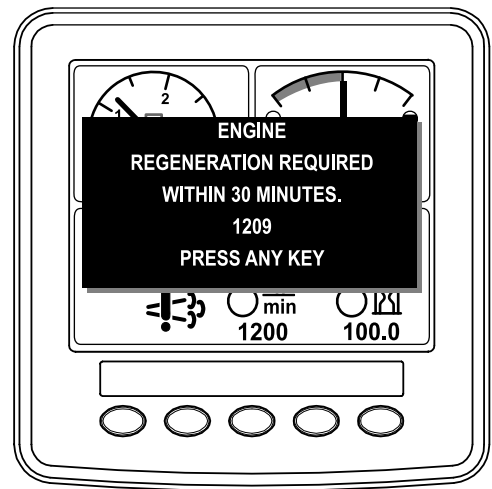

Figura 65
- Se ignorar o pedido de regeneração em estacionamento (apresentado no InfoCenter) e continuar a utilizar a máquina (Figura 65), pode acumular-se uma grande quantidade de fuligem no DPF.